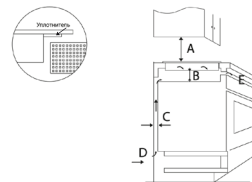

рис. 2
- для варочной панели, устанавливаемой над духовым шкафом, предусмотрены собственные вентиляционные выходы (см. стр. 3 рис. 2 показатели «D» «E»);
4. При перемещении посуды по панели, поднимайте ее, чтобы не повредить поверхность (рис. 2).